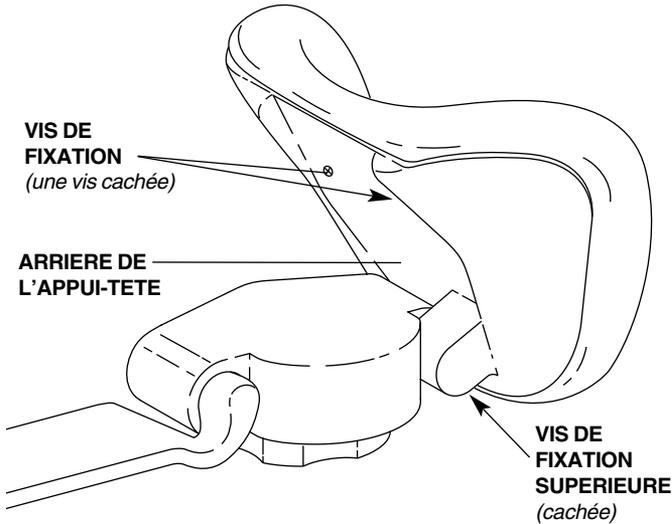

Figure 9. Remplacement de la garniture de l'appui-tête
3. Basculer l'appui-tête de 45° vers l'arrière de manière à exposer les deux vis de fixation cruciformes situées à l'arrière de l'appui-tête (voir Figure 9). Retirer les deux vis de fixation et la garniture de l'appui-tête.